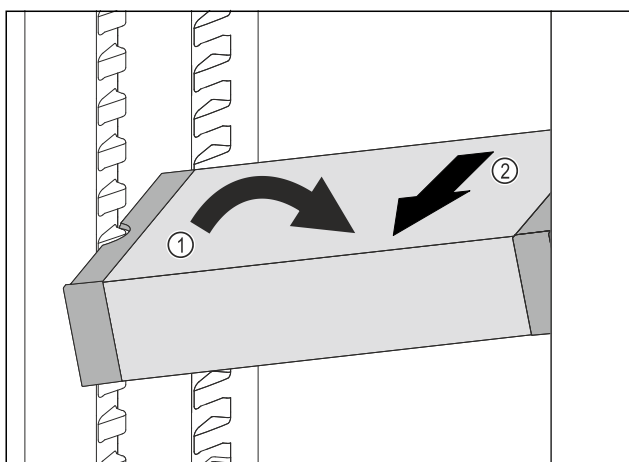

Fig. 73
- ▶ VarioSafe ustawić w chłodziarce pod skosem. Fig. 73 (1)
- ▶ VarioSafe wyjąć do przodu. Fig. 73 (2)